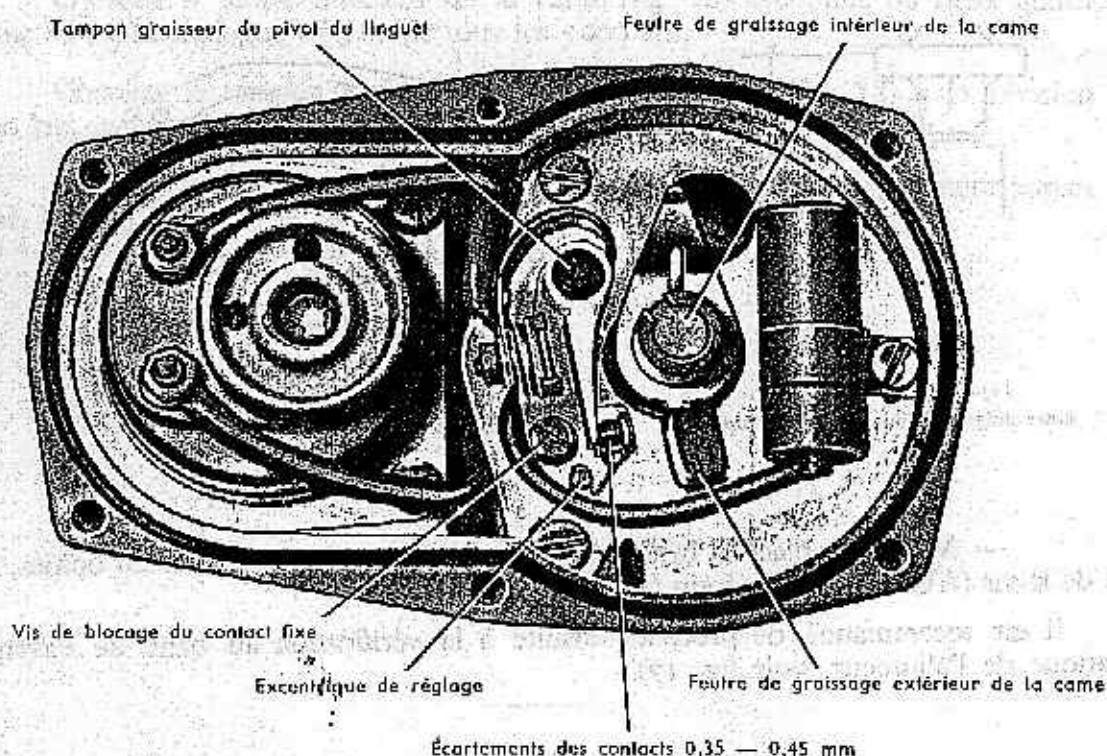

Figure 18. — Allumeur-bobine (couvercle enlevé)
Brancher les fils aux bornes de la bobine selon figure 18 et serrer les écrous (BB) après avoir placé des rondelles plates et rondelles frein (AZ, BA).
- Tourner l'excentrique de réglage au moyen d'un tournevis de façon à obtenir entre les contacts un écartement de 0,35 à 0,45 mm (fig. 18) à mesurer avec des jauges d'épaisseur très propres.
Graisser le feutre intérieur de la came (fig. 18) avec une ou deux gouttes de vaseline ou huile analogue très fluide tous les 5 000 km.
Changer le tampon graisseur extérieur de la came (fig. 18) à la révision des 10 000 km, mais ne jamais le graisser.
Le tampon graisseur du pivot du linguet (fig. 18) ne doit également jamais être graissé, il est remplacé avec le jeu de contacts.